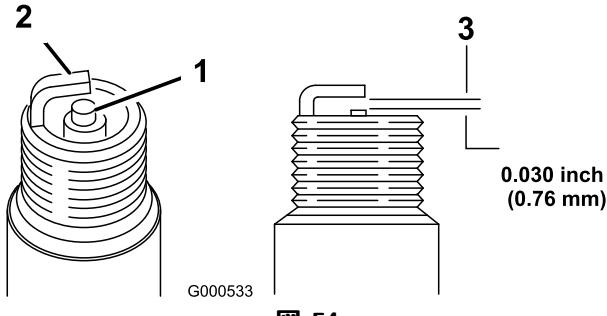

図 54
1. 中央の電極部(図 54)を観察する。
- すきまゲージでエア・ギャップの点検を行い、隙間の大きさが適切でなければ側面の電極を注意深く曲げて調整する（図 54）。